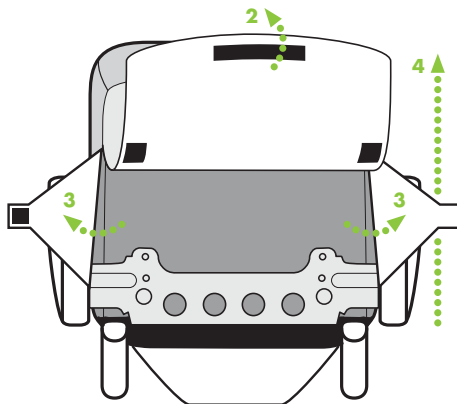

Figura 29
2. Tire las solapas y los costados de la funda del asiento para liberar las tiras que la sujetan. Voltee la solapa de abajo hacia adelante del asiento, tal como se ilustra en la **figura 29**.
3. Suelte las solapas triangulares y póngalas de lado de manera que cuelguen sobre un costado del asiento, tal como se ilustra en la **figura 29**.